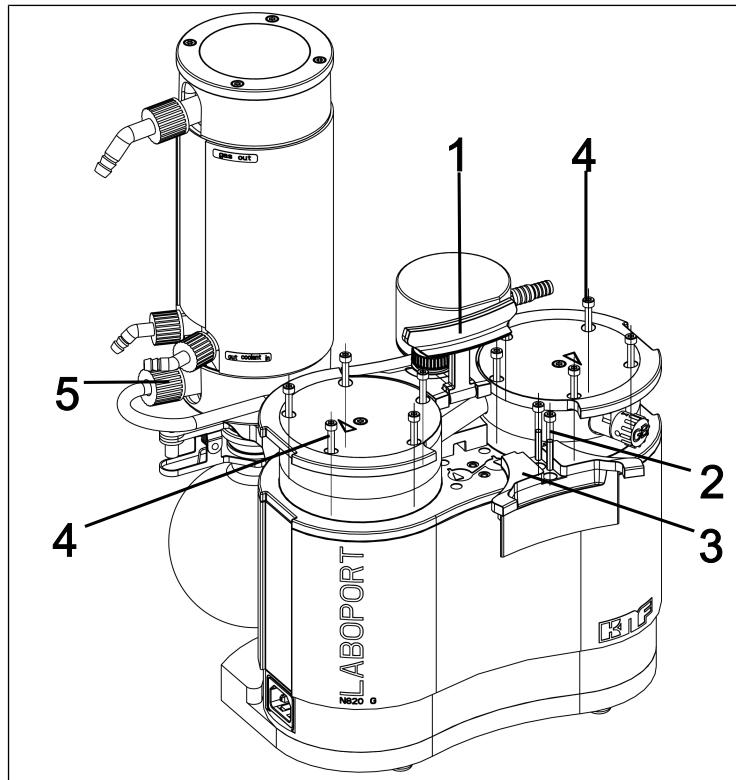

Afb.11: Slangverbinding losdraaien
2. Draai de wartel van de slangverbinding (**1**/Afb. 11) op de afscheideradapter los.
i Gebruik voor het losdraaien van de wartelbevestiging van de slangverbinding afscheider (**1**/Afb. 11) indien nodig een steeksleutel nr. 14.
10. Schroef de wartel van de slangverbinding afscheider (**1**/Afb. 11) op de afscheideraansluiting er tot aan de aanslag in.